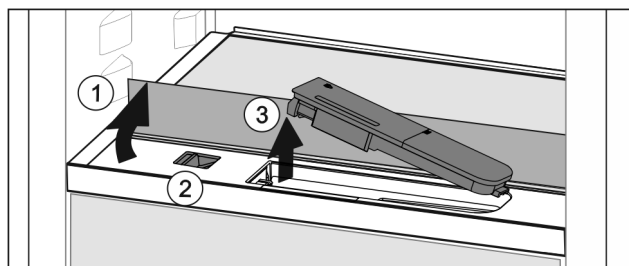

Fig. 59
- ▶ Ridicați placa de sticlă și rabatați în spate până la opritor Fig. 59 (1).
- ▶ Împingeți zăvorul Fig. 59 (2) spre stânga.
- ▶ Scoaterea rezervorului de apă Fig. 59 (3).